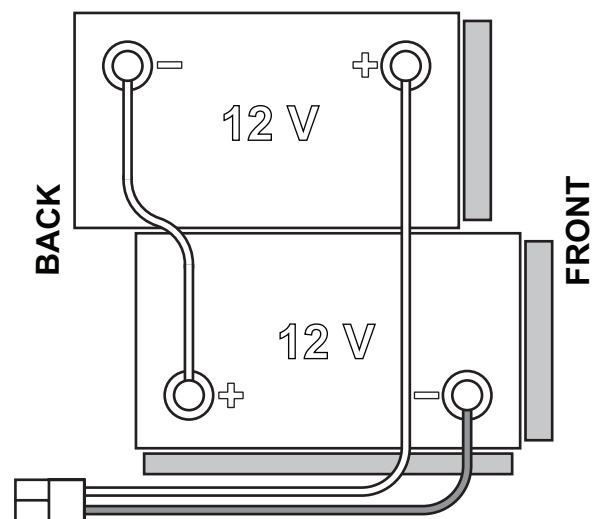

Figura 1
A máquina requer 2 baterias de 12 V, ligadas conforme o diagrama indicado na Figura 1.
1. Extraia a chave do operador (52).
2. Desligue o conector (9) das baterias.
3. Levante a tampa (34) e verifique se o reservatório da água de recuperação (33) está vazio. Caso contrário, esvazie-o através do tubo de descarga (12).
4. Feche a tampa (34).
5. Segure a pega (16) levante o reservatório com cuidado (33).
7. Posicione e instale os cabos das baterias conforme o ilustrado no diagrama da Figura 1. De seguida, aperte com atenção a porca em cada terminal das baterias.
8. Ligue o conector das baterias (9).
9. Segure a pega (16) baixe o reservatório com cuidado (33).